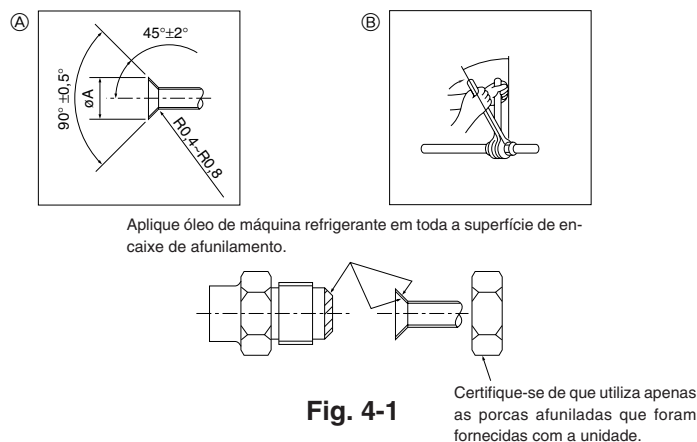

Fig. 4-1
4.2. Unidade interior (Fig. 4-1)